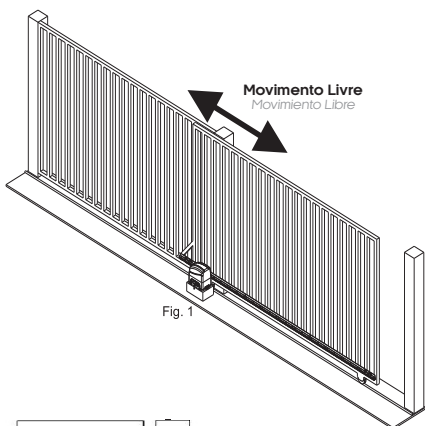

Fig. 1
• Teste a abertura e o fechamento do seu portão. Forçando a abertura ou o fechamento em uma das laterais do portão, o mesmo não poderá torcer. Caso torça excessivamente, efetuar reparos antes de continuar a instalação. Tanto para abrir quanto para fechar, o esforço exigido deve ser igual para ambos os movimentos (fig. 1).
• Pruebe la apertura y el cierre del portón. Forzando la apertura y el cierre en una de sus laterales, el mismo no se puede retorcer. En el caso de retorcer excesivamente, efectuar los reparos antes de seguir con la instalación. Para abrir o para cerrar, el esfuerzo exigido tiene que ser igual para ambos los movimientos (fig. 1).